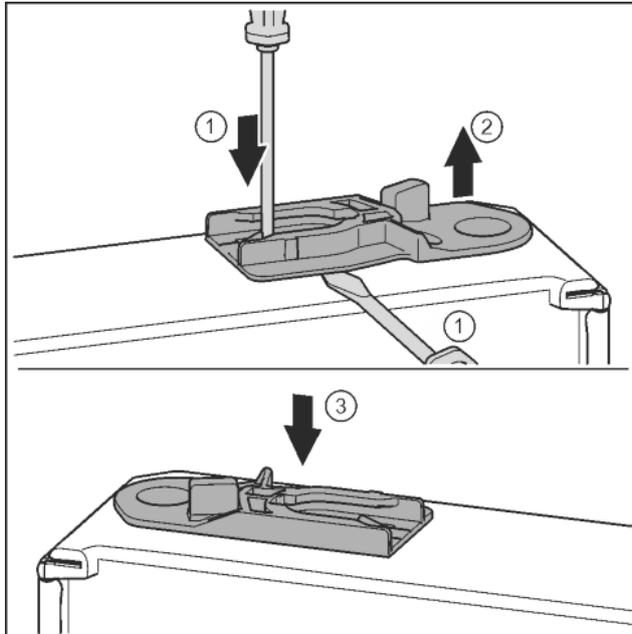

Fig. 30
- ▶ Führungsbuchse herausziehen: Lasche mit Schlitzschraubendreher drücken und gleichzeitig mit Schlitzschraubendreher unter Führungsbuchse fahren. *Fig. 30 (1, 2)*
- ▶ Im Lieferumfang beiliegende Führungsbuchse auf anderer Gehäuseseite einschieben. *Fig. 30 (3)*